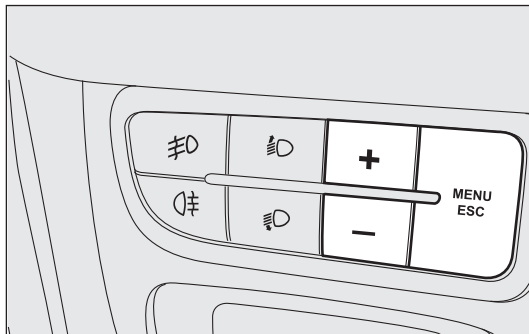

fig. 20
**PULSANTI DI COMANDO fig. 20**